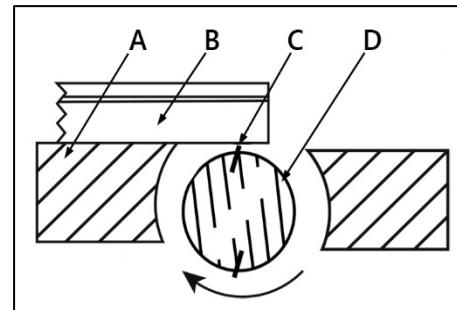

Рисунок 15.
Для точности выполнения операций ножи (C) (рис. 15) должны быть выровнены со столом приема.